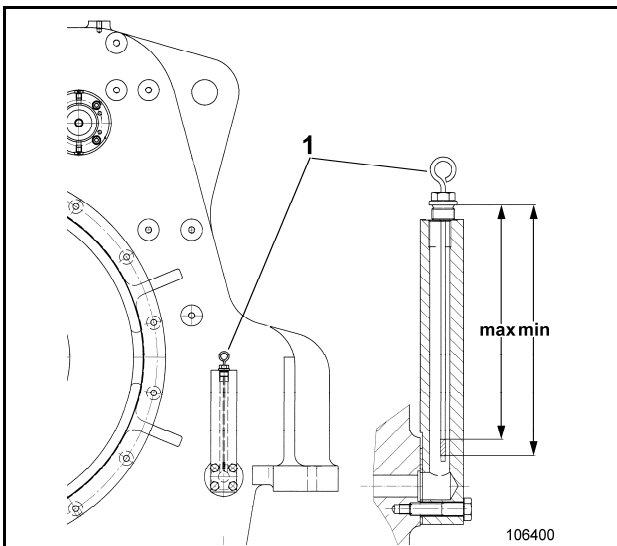

Fig. 3-90:
- Retirez la jauge de niveau (1, Fig. 3-90:) et essuyez-la.
- Insérez à nouveau complètement la jauge de niveau (1) et retirez-la une seconde fois.